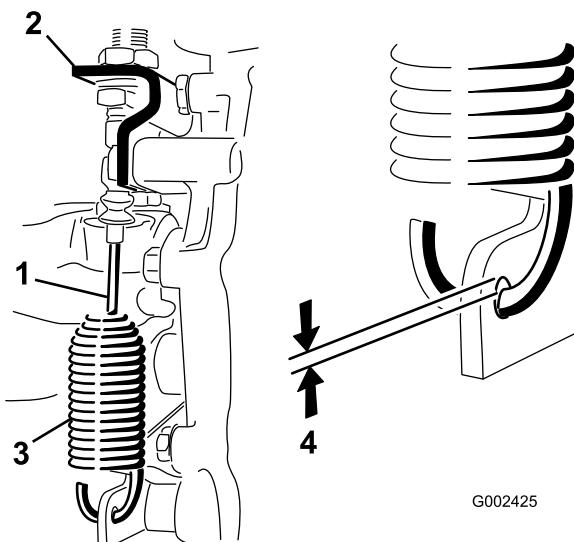

Figura 57
1. Togliete i perni che fissano il cavo superiore - inferiore al transaxle (Figura 57).
2. Allentate i dadi che fissano il cavo di bloccaggio del differenziale alla staffa del transaxle (Figura 57).